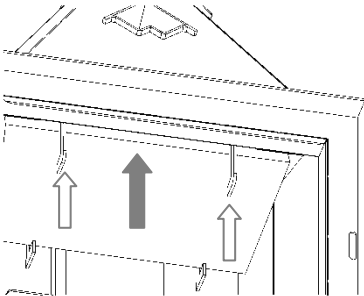

Bild 5
- 6.4.1 Heben Sie das Vorderteil des unteren Deflektors so weit an, wie es der obere Deflektor zulässt, heben Sie dann die vorderen Aufhängungen an /Bild 5/